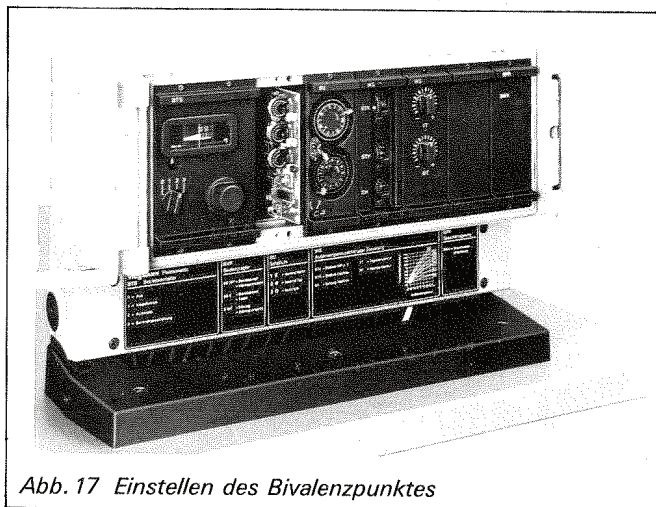

Abb. 17 Einstellen des Bivalenzpunktes
3. Bivalenzpunkt 1 am mittleren Potentiometer (BIV1) einstellen (Abb. 17).
4. Bivalenzpunkt 2 ist am unteren Potentiometer (BIV2) werkseitig auf  $+3^{\circ}\text{C}$  eingestellt (Abb. 17).